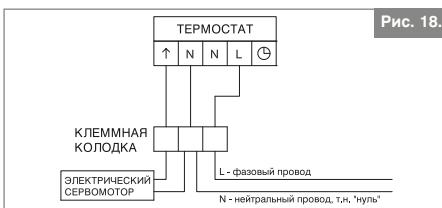

Рис. 18.
Электрические сервомоторы присутствуют в двух версиях: 24В (K-600701) и 230В (K-600700). Сервомотор выполнен в функции NC, т.е. замкнут в обесточенном состоянии (NC нормально-замкнутый контакт). Для облегчения процесса запуска всей системы сервомоторов имеется функция "First-Open", в результате которой в момент первого подключения к питанию сервомотора переходит в открытое состояние. С целью обеспечения нормальной работы распределительной системы сервомотор необходимо подключить к источнику питания (24В или 230В) в соответствии со схемой (см. электрическую схему соединений сервомотора с комнатным термостатом рис. 18 и 19). Более подробную информацию можно найти в инструкции к сервомотору.
- a) биметаллическим комнатным 230В (0.6106) - схема подключения на рис. 18,